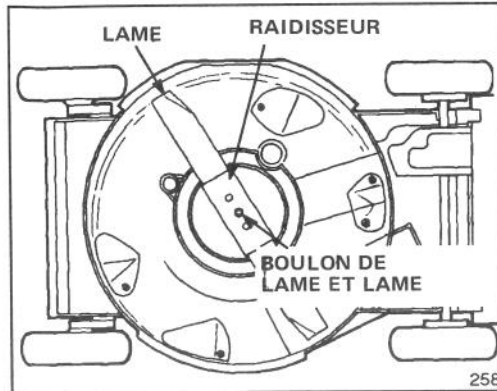

Figure 26
3. Faites basculer la tondeuse sur son côté droit (Fig. 26). Évitez de tourner la lame. Des problèmes de démarrage peuvent en résulter.
5. RETRAIT DE LA LAME — Saisissez l'extrémité de la lame en vous servant d'un chiffon ou d'un gant bien rembourré. Retirer le boulon, la rondelle Grower, le raidisseur et la lame (Fig. 26).